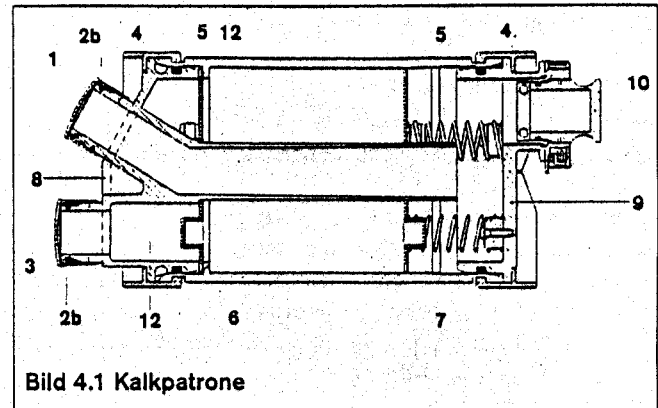

Bild 4.1 Kalkpatrone
Sollte nach einer längeren Nutzungsdauer der freie Durchfluß durch die Siebe (Bild 4.1 Pos. 6, 7) im Kalkbehälter durch verklebte Kalkreste eingeschränkt sein, oder sogar der gesamte Kalkbehälter von innen stark mit Kalkresten verschmutzt sein, muß dieser zerlegt und gereinigt werden. Speziell im Bereich 12 (Bild 4.1) kann sich vermehrt verklebter Kalkstaub ansammeln. Dieser Bereich ist regelmäßig zu kontrollieren und zu reinigen. Die Reinigung der Einzelteile ist mit warmen Wasser und einer ausschließlich für diesen Gebrauch reservierten Abwaschbürste durchzuführen. Zusätzlich können die Teile mit einer leichten Haushaltsentkalkerlösung (z.B. für Kaffeemaschinen) behandelt werden. Bei Verwendung von handelsüblichen Entkalkerlösungen sollten die empfohlenen Konzentrationen und Einwirkzeiten nicht überschritten werden. Bei den ersten Serien des DrägerRay sind die Kalkpatronensiebe aus verchromten Messing und besitzen beide außen eine Gummimanschette. Wenn Sie eine Kalkpatrone mit Metallsieben vor sich haben, achten Sie darauf, daß diese Manschetten vorhanden sind und korrekt sitzen.
- Verschlußkappen (Bild 4.1 Pos 1, 3) entfernen und Dicht-
ringe (Bild 4.1: Pos. 2a schwarz, 2b rot) demontieren.
- Blindstecker (Bild 4.1: Pos. 10) entfernen und O-Ring vom
- Klemmringe (Bild 4.1 Pos. 4) an den Behälterdeckeln ent-
- Dichtringe (Bild 4.1 Pos. 5) der Deckel (Bild 4.1 Pos. 8,9)
- Sieb (Bild 4.1: Pos. 6) vom Rohr von dem Deckel (8) abzie-
hen. Sieb (Bild 4.1: Pos. 7) vom Federdeckel (9) lösen,
sind (wie in Bild 4.1 zu sehen).